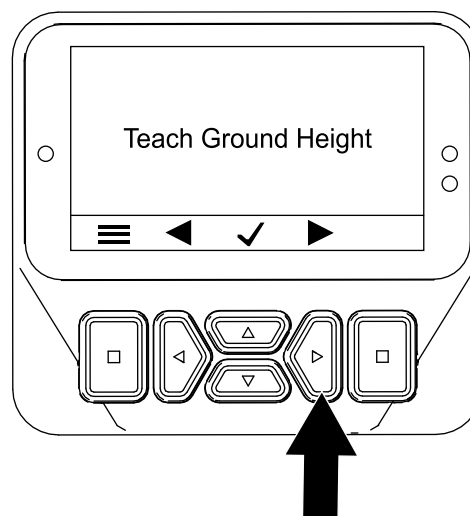

Figura 46
3. Premete due volte il pulsante Destra per visualizzare la schermata Calibrazione della distanza delle fustelle dal terreno (Figura 46).